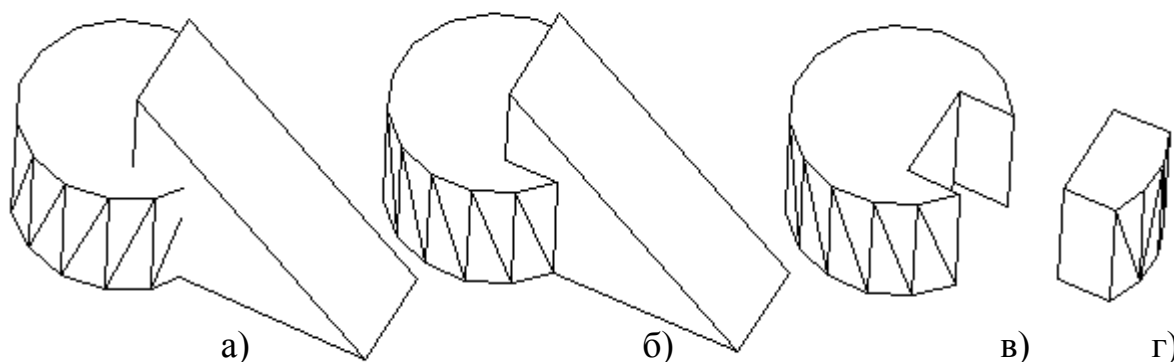

Рис. 55. Использование логических операций при моделировании тел.
- указать объекты, которые необходимо объединить в один объект (на рис. 55 а показаны цилиндр и клин);
- указать исходные объекты, из которых необходимо исключить другие объекты (на рис. 55 – цилиндр);
- указать объекты, которые необходимо «вычесть» из исходных объектов (на рис. 55 – клин);
- нажать клавишу **ENTER** прекращения указания «вычитаемых» объектов и завершения работы с командой. Результат вычитания представлен на рис. 55в)
- указать объекты, из общей части которых следует создать новое тело (на рис. 55 – цилиндр и клин);
- нажать клавишу **ENTER** для формирования нового тела из ранее указанных и завершения работы с командой. Итоговый объект приведен на рис. 55г.